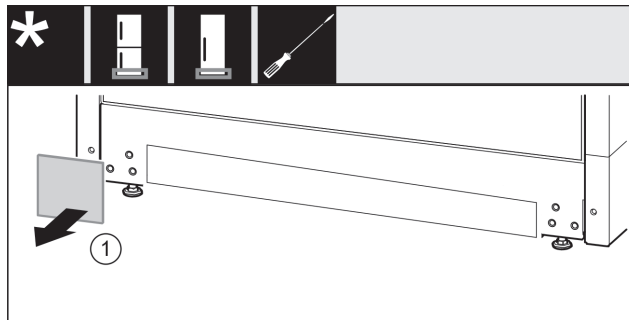

Fig. 15
- Abdeckung abnehmen. Fig. 15 (1)